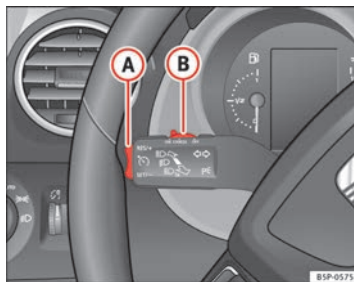

Fig. 151 Levier des clignotants et des feux de route : commande et touche basculante pour régulateur de vitesse
- Appuyez sur la partie supérieure **RES+** de la commande à bascule ⇒ fig. 151 **B** pour augmenter la vitesse. Tant que vous maintenez enfoncée la commande à bascule, le véhicule accélère. Lorsque vous lâchez la commande à bascule, la nouvelle vitesse est mémorisée.
Si vous diminuez la vitesse mémorisée en appuyant sur la pédale de frein, le régulateur se désactive. Vous pouvez réactiver le régulateur en appuyant une seule fois sur la partie supérieure **RES/+** de la commande à bascule ⇒ fig. 151 **A**.